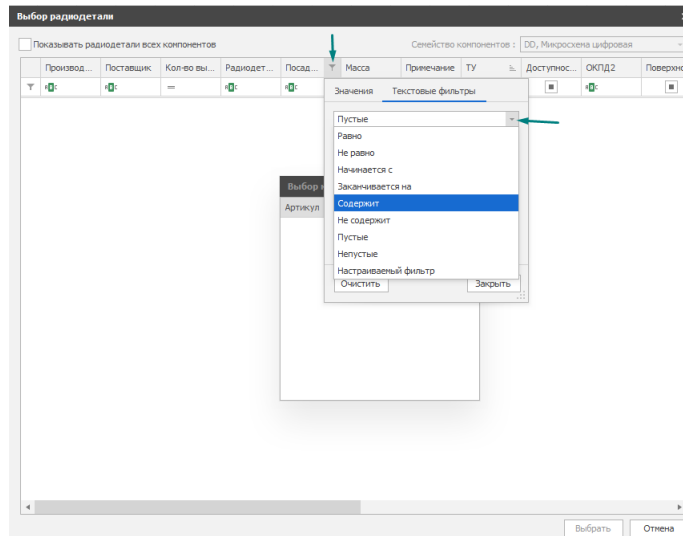

Рис. 95 Поиск радиодетали по текстовому фильтру
4.2. При выборе вкладки «Текстовые фильтры» формируется перечень всех значений данного атрибута, заданных при создании компонента и удовлетворяющих условиям, указанным в окне «Текстовые фильтры», см. Рис. 95.